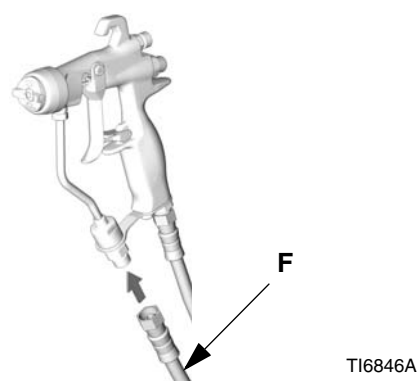

FIG. 4
2. Branchez le flexible produit (F) sur l'entrée produit du pistolet. Voir FIG. 4. Si vous le désirez, montez un connecteur pivotant (189018) à l'orifice d'entrée du pistolet pour une meilleure maniabilité. Voir Accessoires, page 35.